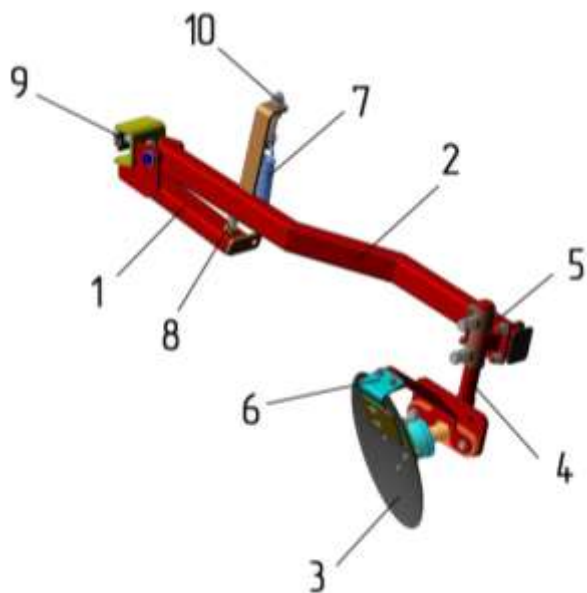

Рисунок 4 – Механизм дискового типа
3.1.6 Механизм дискового типа (рисунок 4) предназначен для прижатия краев укрывного материала почвой. Устанавливается на задней балке рамы при помощи кронштейна 1, в котором шарнирно закреплена балка 2 с кронштейном 5 и стойкой 4. На стойку крепится диск 4 с чистиком 6.